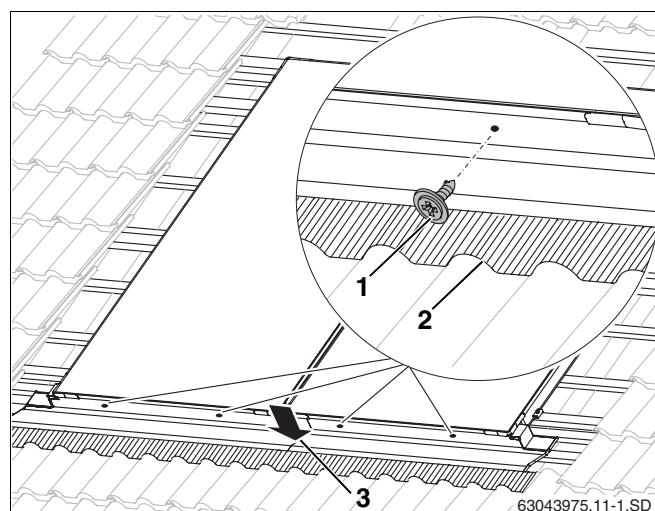

Fig. 47 Fijación de las chapas inferiores
- Fije las chapas en los graneados con tornillos (12 mm de longitud, fig. 47, **pos. 1**) y arandelas de estanqueidad.
- Presione la chapa protectora situada arriba sobre la situada debajo (fig. 47, **pos. 3**).
- Adapte las láminas de plomo con cuidado en la zona delantera del contorno de las tejas (fig. 47, **pos. 2**).